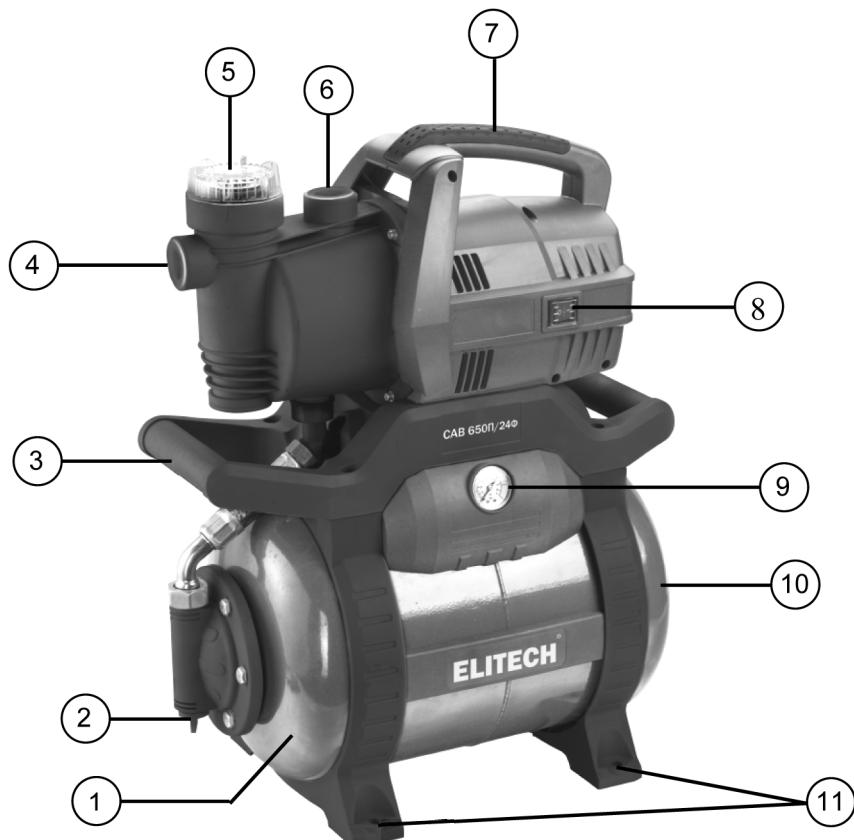

Рис. 1
Закройте запорный вентиль в напорной магистрали. Открутите крышку фильтра 5 (рис. 1). Заполните насосную станцию через отверстие для фильтра водой до тех пор, пока вода не польется через край. Закрутите крышку фильтра на место. Откройте запорный вентиль после заполнения насоса водой.
После гидравлического и электрического подключения насосная станция готова к работе. Для пуска насосной станции подключите электровилку станции к однофазной сети питания 220 В и нажмите выключатель 8 (рис. 1) в положение «I».
3. Открутить пробку сливного отверстия 2 (рис. 1) и слить воду